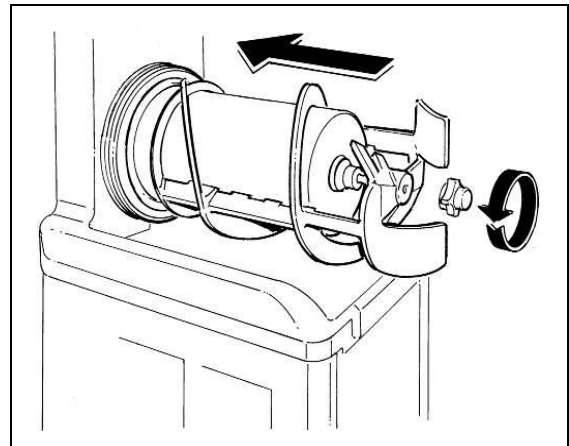

Fig. 8
- **D**évisser le bouton de fixation dans le sens de la flèche (filetage gauche) et procéder à l'extraction du groupe de mélange et des joints d'étanchéité (fig.8).